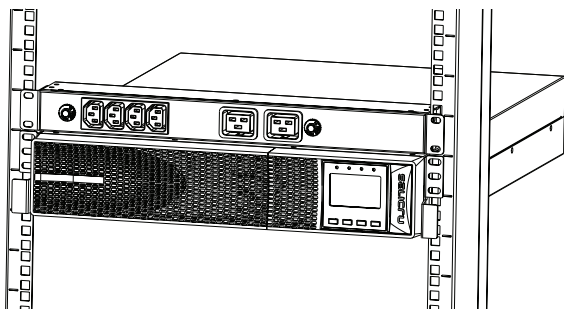

Fig. 11. Montage type rack en armoire 19" avec PDU.
- Procédez de la manière suivante (voir Fig. 11) :